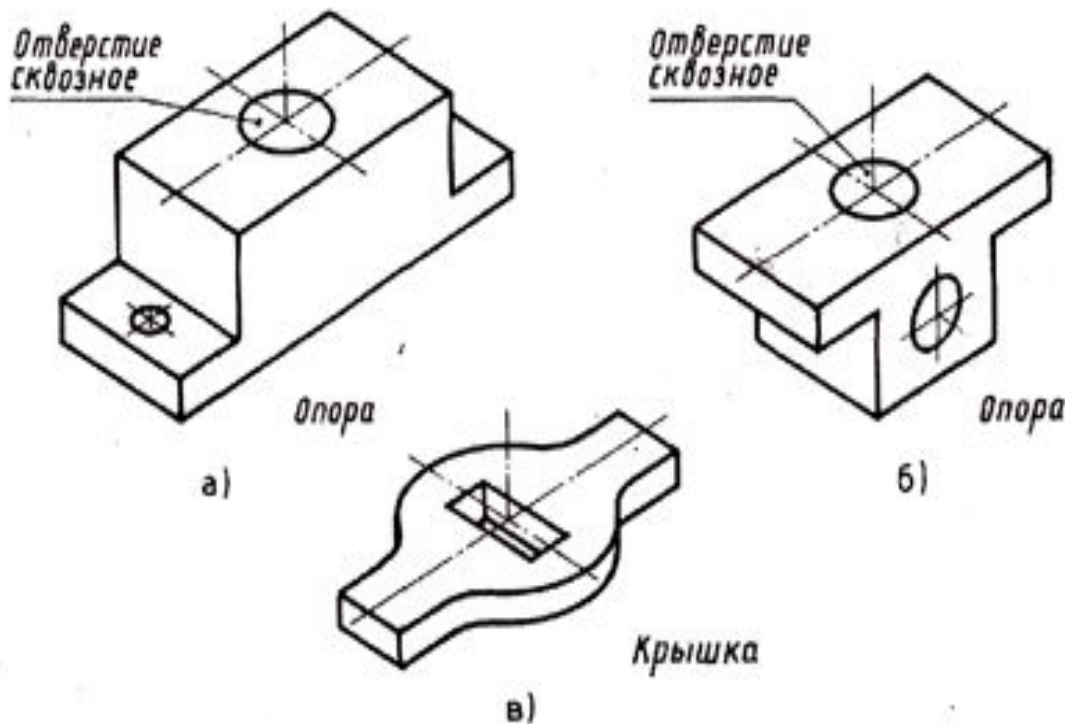

Рис. 101. Наглядные изображения деталей
4. Выполните на бумаге в клетку **технический рисунок** одной из деталей (рис. 101), используя правила построения какой-либо **аксонометрической проекции** и **любого приема** **оттенения**.